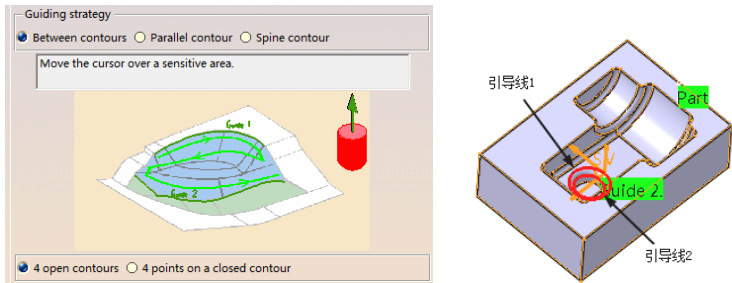

图 3-162 选择引导线（2）
- 选择引导线（2）。在“Guiding strategy”选项中选择“Parallel contour”，单击“Guide 1”感应区，选择如图 3-162 所示的圆角外侧边线，单击“Guide 2”感应区，选择如图 3-162 所示的圆角内侧边线。